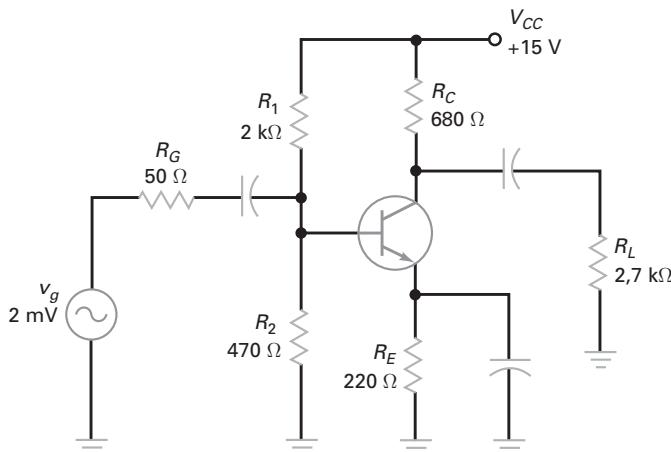

Figura 10-38
- 10-1** Qual é a resistência CC no coletor na Figura 10-38? Qual é a corrente CC de saturação?
- 10-2** Na Figura 10-38, qual é a resistência CA do coletor? Qual é a corrente CA de saturação?
- 10-3** Qual é a saída máxima de pico a pico na Figura 10-38?
- 10-4** Todas as resistências foram dobradas na Figura 10-38. Qual é a resistência CA do coletor?
- 10-5** Todas as resistências foram triplicadas na Figura 10-38. Qual é o valor máximo de pico a pico na saída?
- 10-13** Qual é o dreno de corrente na Figura 10-38?
- 10-14** Qual é a potência CC fornecida para o amplificador na Figura 10-38?
- 10-15** O sinal de entrada na Figura 10-38 é aumentado até o valor máximo de tensão de pico a pico no resistor de carga. Qual é a eficiência?
- 10-16** Qual é a dissipação de potência quiescente na Figura 10-38?
- 10-18** Qual é a potência CC fornecida para o amplificador na Figura 10-38?
- 10-52** Desenhe as retas de carga CC e CA para a Figura 10-38.